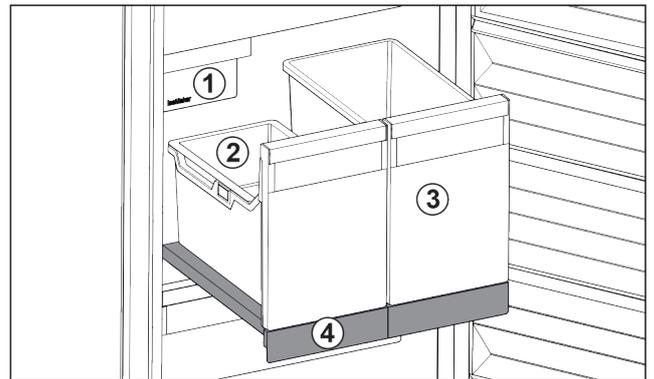

Fig. 122 Izvlačna ploča s IceTower
- (1) IceMaker
- (2) Ovjese posuda za kockice leda
- (3) Spremnik za npr. pizzu, alkoholna pića
- (4) Izvlačna ploča
Na izvlačnoj ploči se nalaze dva visoka spremnika (IceTower). U spremniku se skupljaju i spremaju Fig. 122 (2) kockice leda iz IceMaker. Spremnik Fig. 122 (3) je prikladan za čuvanje visokih namirnica kao što su pizza ili alkoholna pića.